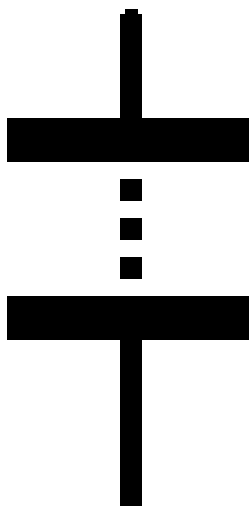

Figura 2.
- .- Los caminos estarán identificados con marcas para que puedan distinguirse (Figura 2), la cantidad de espacios en blanco indican el número de camino. Cada espacio es de 20 mm, el principio y el fin del número de camino tiene una línea que atraviesa el camino y es 100 mm de ancho y 36 mm de largo.